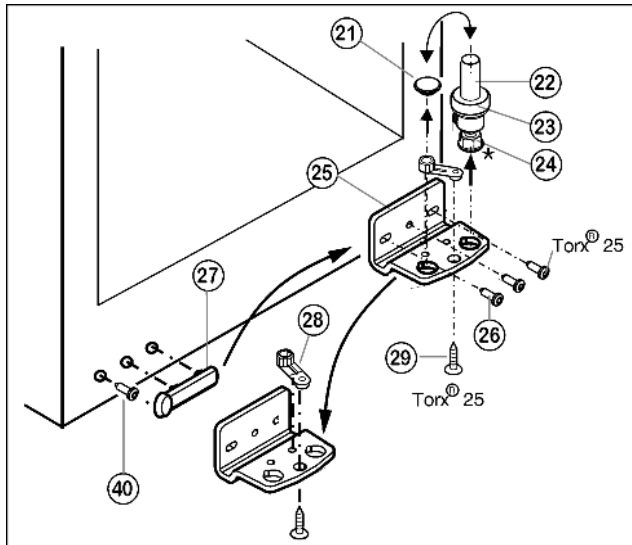

Fig. 5
- ▶ Extraiga el perno de cojinete Fig. 5 (22) completo, con arandela Fig. 5 (23) y pata de ajuste* Fig. 5 (24) hacia arriba.
- ▶ Levante los tapones Fig. 5 (21).
- ▶ Desatornille el soporte de cojinete Fig. 5 (25) Fig. 5 (26).
- ▶ Desatornille la pieza de cojinete Fig. 5 (28) Fig. 5 (29) y cámbiela al orificio de alojamiento opuesto del soporte de cojinete, volviéndola a atornillar.
- ▶ Desmonte la cubierta en el lado del tirador Fig. 5 (27) con cuidado, desenrosque el tornillo Fig. 5 (40) y cambie ambos al lado opuesto.
- ▶ Vuelva a atornillar el soporte de cojinete Fig. 5 (25) en el nuevo lado de la bisagra (**con 4 Nm**) para fijarlo; dado el caso, utilice un destornillador de batería.
- ▶ Vuelva a colocar el tapón Fig. 5 (21) en el otro agujero.
- ▶ Vuelva a colocar el perno de cojinete Fig. 5 (22) completo, con arandela y pata de ajuste*. Preste atención a que el saliente de retención esté orientado hacia detrás.
- ▶ Retire el tapón (33) del casquillo de cojinete de la puerta y cámbielo de sitio.
- ▶ Desmonte el tirador de la puerta (32), los tapones (33) y las placas de presión* (34) y cámbielos al lado opuesto.
- ▶ Coloque la puerta desde arriba sobre el perno de cojinete inferior Fig. 5 (22).
- ▶ Coloque el soporte de cojinete superior (12) en la puerta en el nuevo lado de la bisagra.
- ▶ Atornille el soporte de cojinete superior (12) (**con 4 Nm**) para fijarlo (2 Torx® 25) (13). Dado el caso, grabe los agujeros de tornillo o utilice un destornillador de batería.
- ▶ Coloque la cubierta (10) y la cubierta (11) en el lado opuesto, respectivamente.
- ▶ Dado el caso, alinee la puerta a través de los dos agujeros oblongos en el soporte de cojinete inferior Fig. 5 (25) a ras de la carcasa del aparato. Para ello, desenrosque el tornillo intermedio.